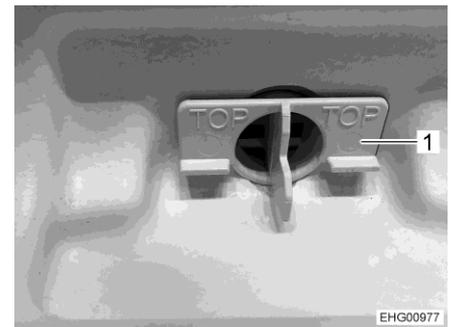

Fig. 136 Inserto de plástico en el plato de ducha
- Quitar el inserto de plástico (Fig. 136,1) y limpiar el desagüe.